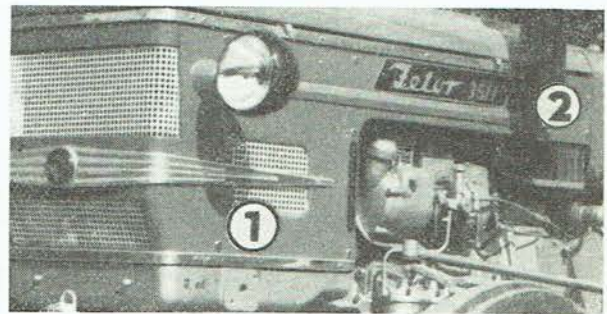

Abb. 61
3. Acht Schrauben M 6 (Abb. 61/1), welche die rechte Seitenwand an die Halter befestigen, sind auszuschrauben und die Seitenwand samt Scheinwerfer ist abzunehmen.
2. Beim Schlepper Zetor 2511 und Zetor 3511 muss der Akkumulator aus dem Schlepper ausgebaut und das Seil der Kühlerblende gelöst werden. Beim Schlepper Zetor 3511 ist durch Ausschrauben zweier Schrauben M 6 der linke und rechte Deckel (Abb. 61/2) abzunehmen. Nach Abschrauben zweier Muttern M 8 aus der rechten und linken Konsole des Akkumulators wird das Herausnehmen des rückwärtigen Haubenhalters ermöglicht. Beim Schlepper Zetor 4511 sind vier Muttern M 8, die den rückwärtigen Halter an den Motor befestigen, auszuschauben und der Halter ist auszubauen.
2. Acht Schrauben M 8 (Abb. 61/1) an der rechten und linken Seite der Seitenwand sind abzuschrauben.
Anmerkung: Bei Demontage des Schleppers Zetor 3511 muss nicht der linke und rechte Seitendeckel an den Batterien (Abb. 61/2) abgenommen werden.